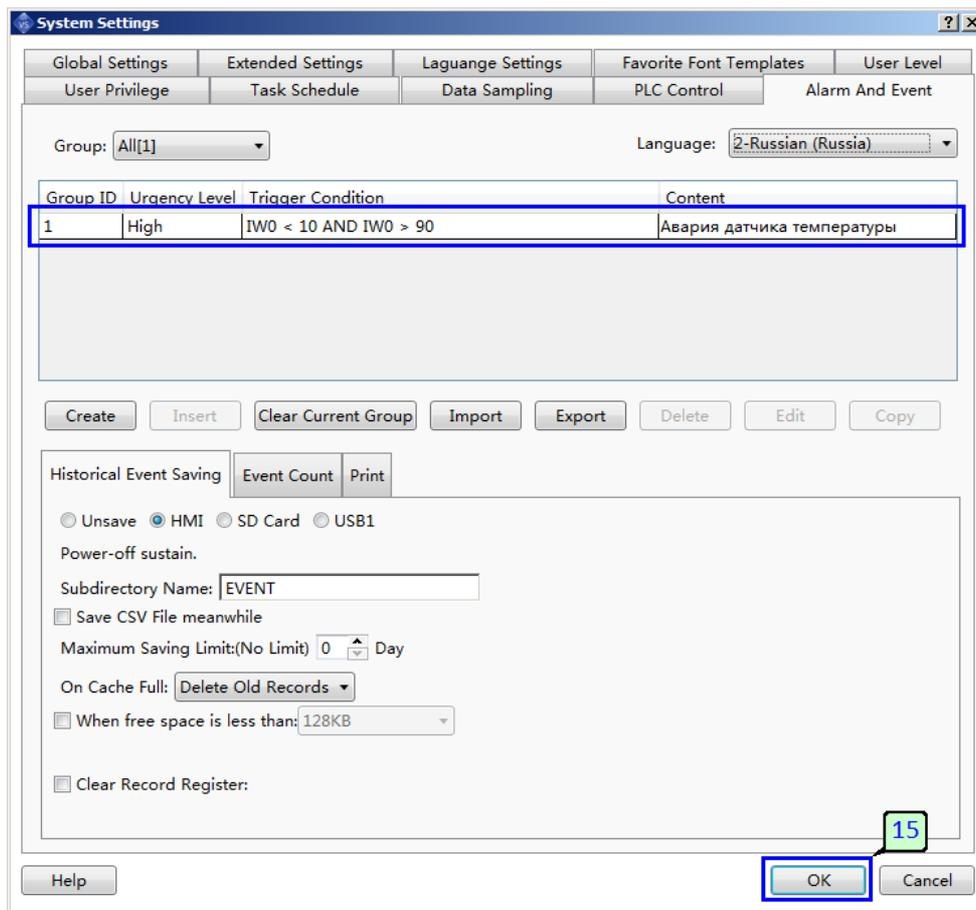

Рисунок 136 - Отображение созданного сообщения
14. Нажмите "OK", чтобы закрыть окно и сохранить изменения. Диалоговое окно закроется, а в списке сообщений в окне настроек отобразится созданное сообщение (рисунок 136).